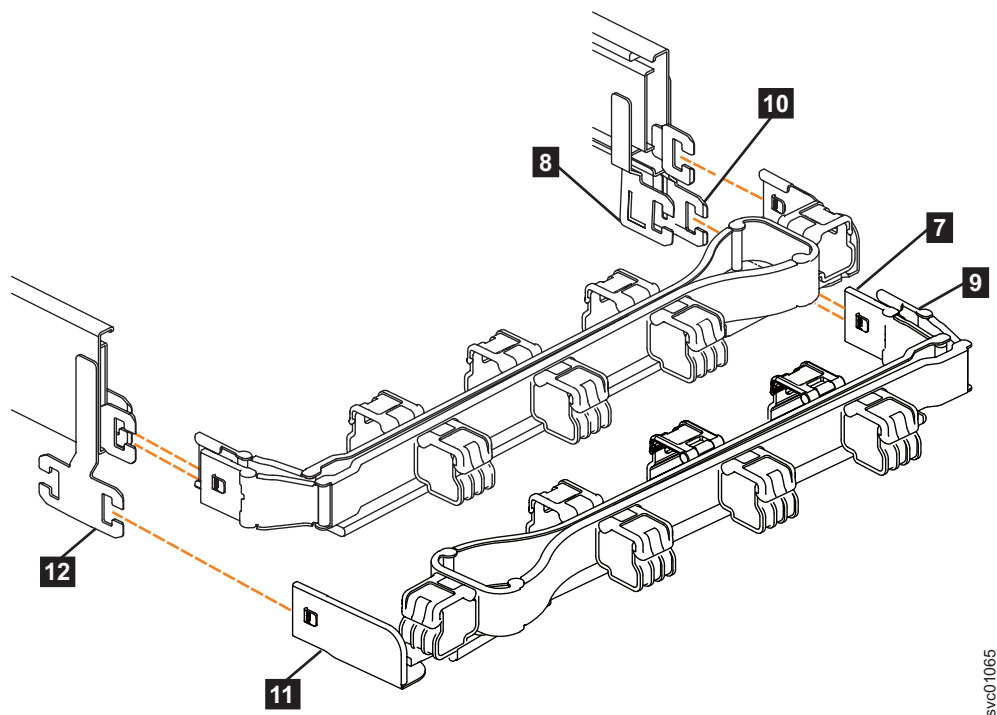

図 66. 下部 CMA アセンブリのコンポーネント
注: 下部 CMA アセンブリーを取り外す手順は、上部 CMA アセンブリーを取り外す手順と同じです。ただし、コンネクターの位置が逆です。例えば、上部 CMA のコンネクター・ベース (図 65 の **5**) は、右側のレールに接続します。下部 CMA のコンネクター・ベース (85 ページの図 66 の **11**) は、左側のレールに取り付けます。
6. 下部 CMA アセンブリのコンネクター・ベース ( **11** ) を左側のサポート・レールのコンネクター ( **12** ) から取り外します (図 66 を参照)。
7. 図 66 に示すように、下部 CMA アセンブリの内部コンネクター ( **9** ) を右側のサポート・レールの外部メンバー ( **10** ) から取り外します。
8. 図 66 に示すように、下部 CMA アセンブリの外部コンネクター ( **7** ) を、右側のサポート・レールの内部メンバー ( **8** ) から取り外します。